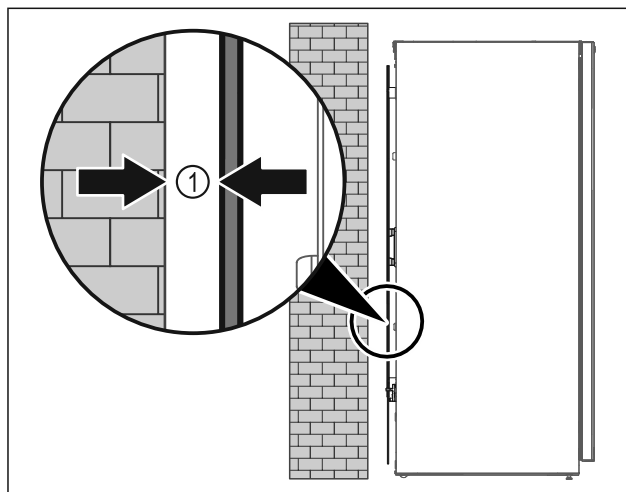

Fig. 6
- Still opp apparatet enten fritt i rommet eller direkte på en vegg med en minimumsavstand på 5 mm Fig. 6 (1).